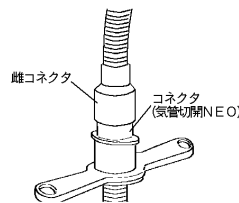

図2. 気管切開NEO 固定式との接続方法
1) 本品と気管切開NEO 固定式を接続する際は、図2を参照し、気管切開NEO 固定式のコネクタに雌コネクタを接続する。